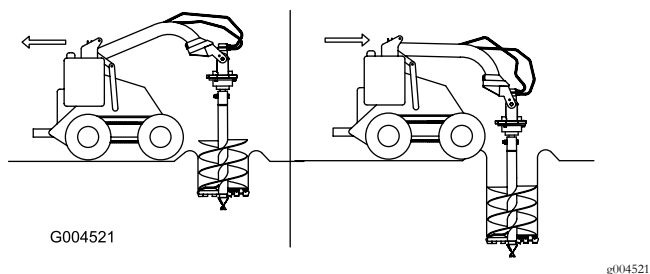

Bild 10
6. Senken Sie den Erdbohrer langsam ab, wenn der Boden aufgebrochen ist. Wenn Sie tiefer graben, bewegen Sie die Zugmaschine nach hinten oder vorne, damit der Erdbohrer vertikal bleibt (Bild 10).